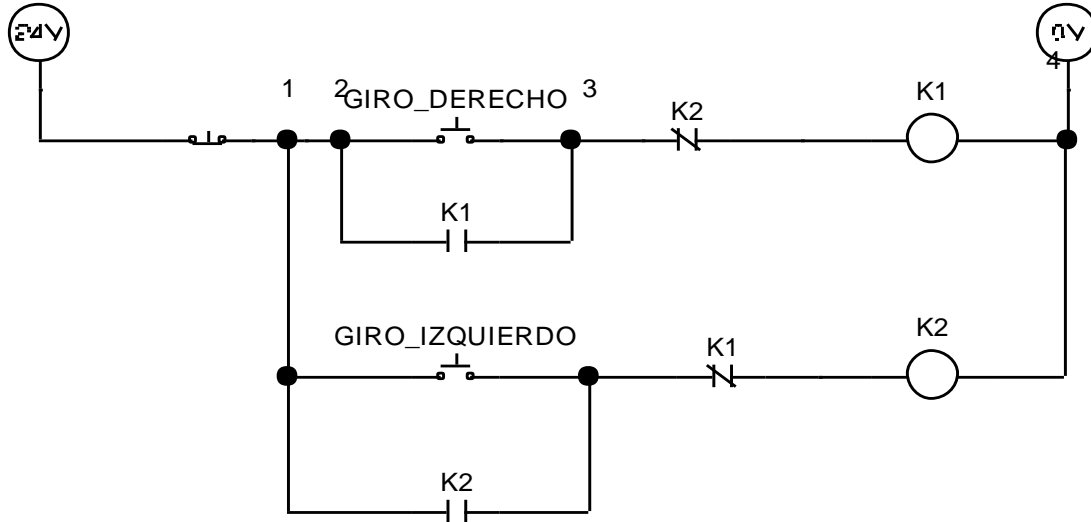

Fig. 5.1. Diagrama de control para inversión de giro de un motor trifásico. K1 y K2 son relevadores.
- 5.1.3** Armar el circuito de acuerdo a la Fig. 5.1.